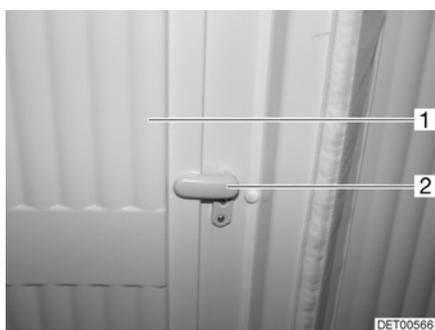

Fig. 112 Bloqueo, revestimiento del cuarto de aseo
- Llevar el pestillo (Fig. 112,2) a la posición vertical y plegar la parte interior (Fig. 112,1) del revestimiento del cuarto de aseo hacia fuera.
- Plegar la parte interior (Fig. 112,1) del revestimiento del cuarto de aseo hacia dentro y llevar el pestillo (Fig. 112,2) a la posición horizontal.